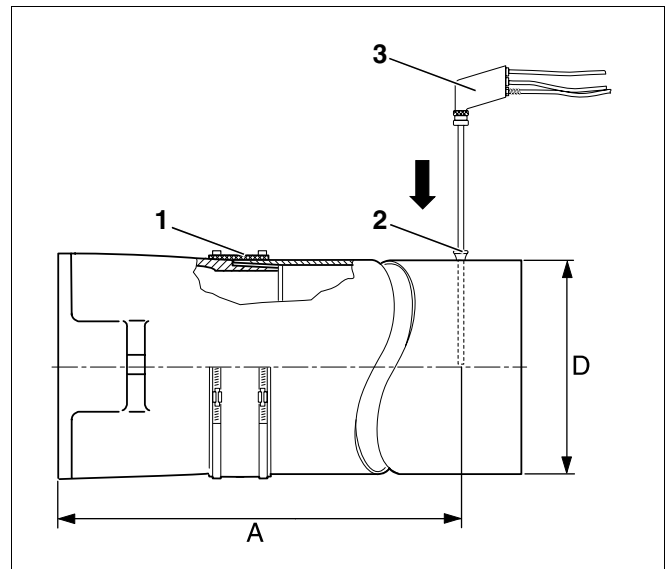

Fig. 32 Relever les valeurs de mesure
Les mesures sont toujours effectuées dans le tuyau des fumées. L'orifice de mesure (manchon ; fig. 32, pos. 2) doit être placé à la distance "A" (env. 2 x le diamètre du tuyau des fumées "D") de la buse des fumées (fig. 32). Si le système d'évacuation des fumées est raccordé immédiatement après la chaudière avec un coude, les mesures doivent être effectuées avant le coude.
Nous vous recommandons d'utiliser une manchette d'étanchéité de tuyau de fumées (fig. 32, pos. 1).
- Plonger la sonde de mesure (fig. 32, **pos. 3**, page 27) jusqu'au cœur des fumées (centre du tuyau) (température maximale des fumées).